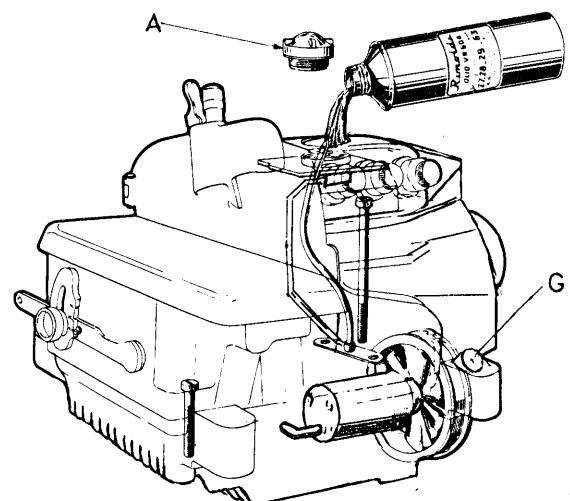

fig. 2
c) Riempimento bacinella con olio di lubrificazione (fig.2)